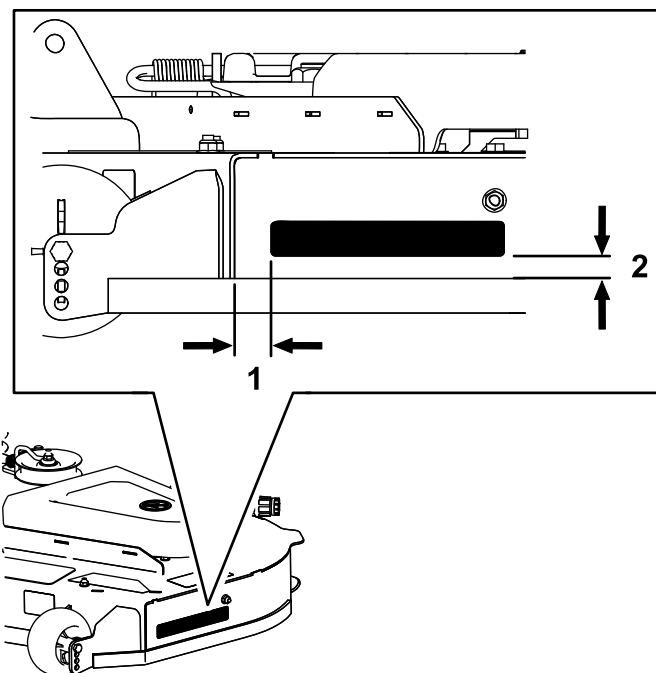

Figura 16
1. Instale o autocolante na plataforma do cortador no local mostrado na Figura 16.